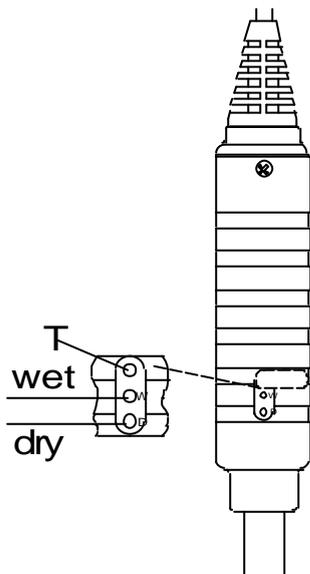

Abbildung 5.2.1 Einstellen der Trimpotentiometer
Die Feuchtekalisierung der Sonde HMP42 erfolgt über Trimpotentiometer. Die Potentiometer befinden sich unter einer Schutzkappe. Das Potentiometer mit der Markierung T (Temperatur) ist nur für werkseitige Einstellungen gedacht; führen Sie hiermit KEINE Änderungen durch. Um zu verhindern, daß dieses Potentiometer während der Einstellung der anderen zwei nicht versehentlich berührt wird, drehen Sie die Plastikkappe zur Seite, ohne sie völlig zu entfernen (siehe Abbildung 5.2.1).
- Warten Sie, bis sich der Feuchtwert stabilisiert (ca. 30 Minuten). Überprüfen Sie die Temperatur und lesen Sie den nächsten Feuchtwert in der Kalibriertabelle ab. Gleichen Sie den Wert des trockenen Endes mit dem Potentiometer D (trocken) im Sondengehäuse so ab, daß er dem Wert in der Kalibriertabelle entspricht; verwenden Sie einen geeigneten Trimmerschraubenschlüssel (siehe Abbildung 5.2.1).